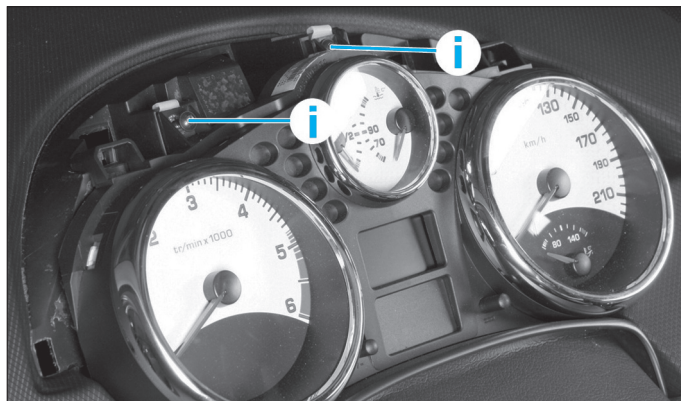

Fig. 31
- Dévisser les deux fixations (i) à empreinte Torx T20 du combiné d'instruments (Fig.31).